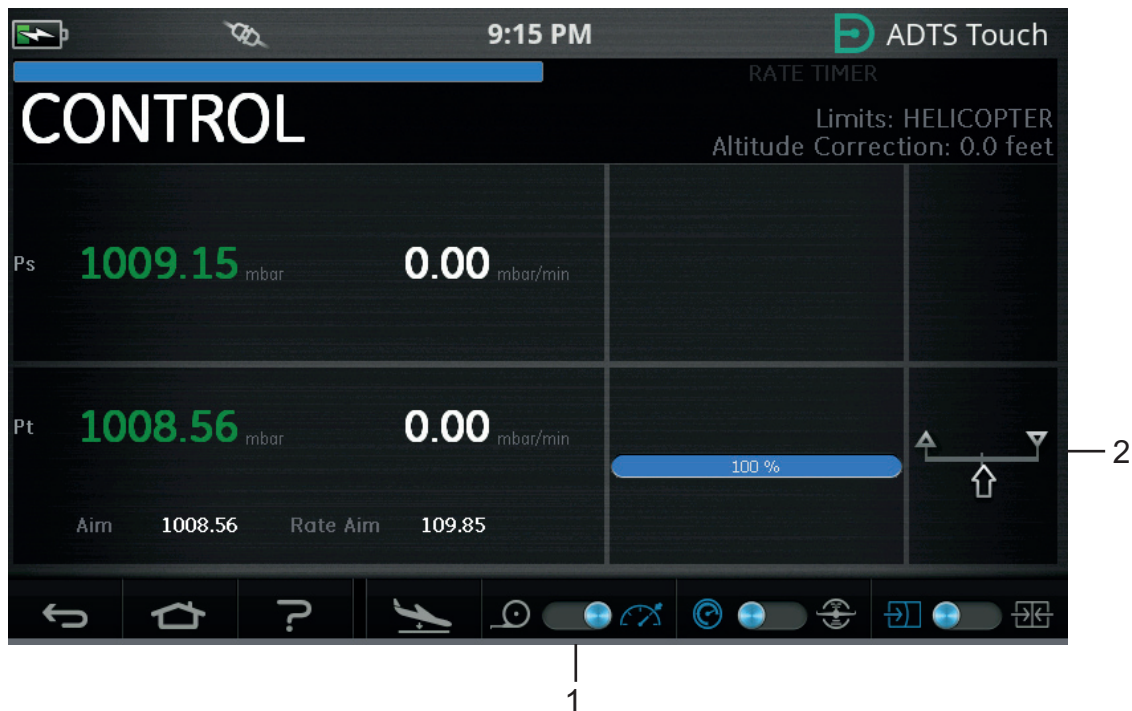

Figura 3-56: Modo de control Pt Only
La Figura 3-56 muestra que el canal Ps está en modo Measure y el canal Pt está en modo Control, tal y como señala la indicación (2).